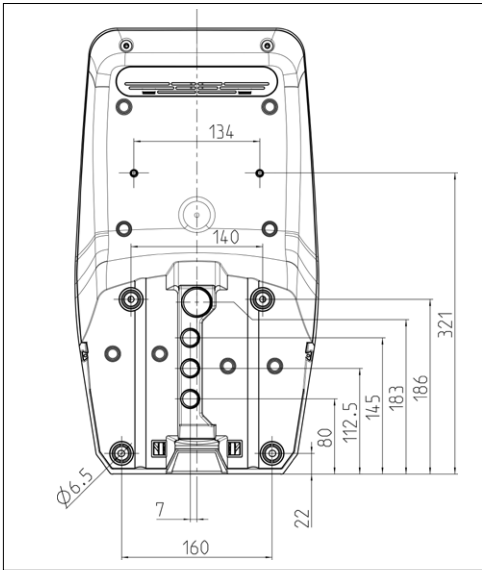

Abb. 12: Bohrmaße [mm]
Bei einer Unterputzverlegung muss die Position der Versorgungsleitung anhand der mitgelieferten Bohrschablone oder der Abbildung "Abb. 12: Bohrmaße [mm]" vorgesehen werden.
- Befestigungsbohrungen anhand der mitgelieferten Bohrschablone oder der Abbildung "Abb. 12: Bohrmaße [mm]" anzeichnen.